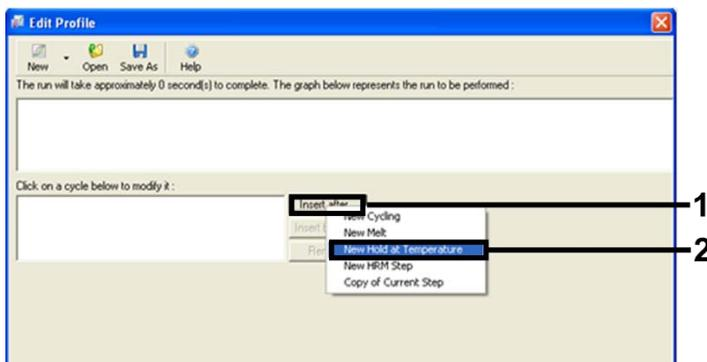

Figure 4. Insertion d'une étape d'incubation initiale.
6. Cliquer sur « Insert after » (Insérer après) puis sélectionner « New Hold at Temperature » (Nouveau palier de température) (figure 4).